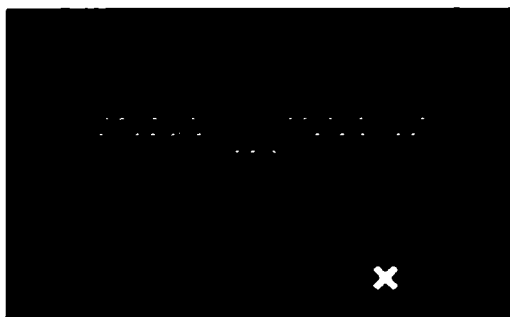

Рисунок 95 — Всплывающее окно подтверждения быстрого запуска
- Если питание случайно пропадает или прерывается, а затем включается после успешной установки всех компонентов системы (рукоятка, набор из насадки и наконечника для ирригации, кассета для аспирации и ирригации и педаль), появится всплывающее окно подтверждения быстрого запуска (рисунок 95).